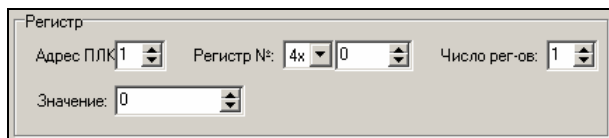

Рис. 4.11. Параметры ввода данных
- При выборе позиции «Зап. рег.» активируется группа полей «Регистр», в которой следует задать параметры регистра ПЛК, значение которого будет задаваться при нажатии функциональной кнопки (см. рис. 4.11).